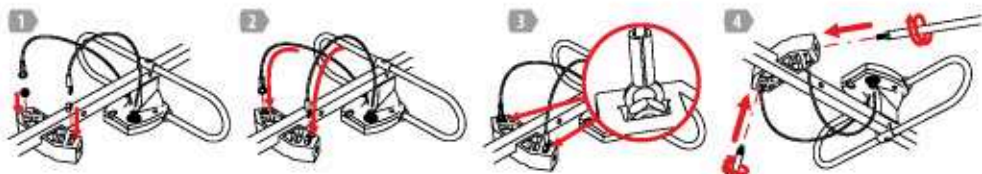
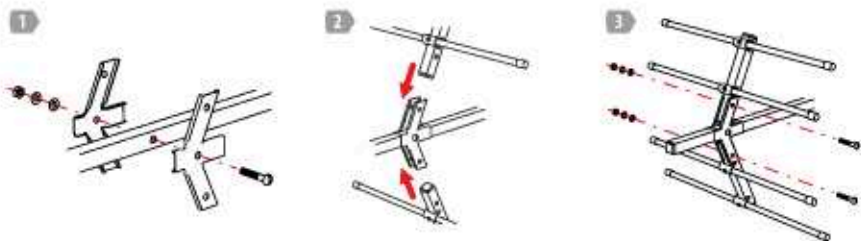

Рис.2 Установка вибраторов МВ и подключение к ним линий связи
Рис.3 Установка рефлекторов ДМВ
6.2. Вставьте гайки М6 в пазы изолятора с небольшим усилием (рис.2 поз. 1), затем вставьте наконечники проводников пазы изолятора, так чтобы они оказались между гайкой и корпусом изолятора (см. рис.2 поз.2 и 3). Вверните МВ вибраторы в гайки М6 через отверстие в изоляторе и затяните их до упора (см. рис.3 поз.4). В случае необходимости возможно дотянуть вибраторы с помощью гаечного ключа.
6.4 Из комплекта крепежа возьмите две фигурные пластины, предназначенные для установки рефлекторов ДМВ-диапазона. Установите их на трaverse (для удобства дальнейшей сборки рекомендуем не протягивать гайки до упора). Установите два элемента ДМВ-рефлектора как показано на рис.3